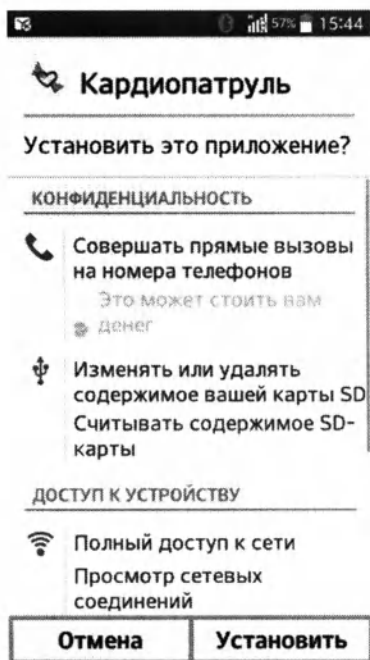

Рис. 4. Запрос на установку
- По окончании скачивания в области уведомлений будет отображена информация о том, что скачивание завершено (рис. 4). После клика по данному уведомлению возникнет запрос «Установить это приложение?» – необходимо ответить нажатием на кнопку «Установить».